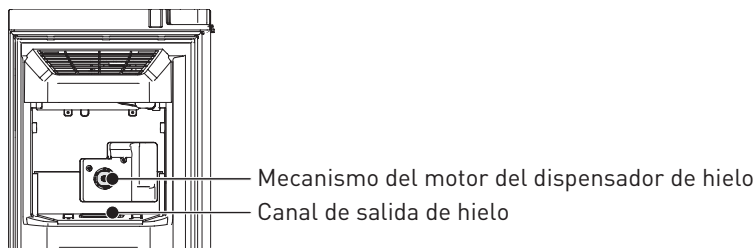

Figura 3
- No ponga las manos ni ningún objeto en el canal de salida del hielo: de lo contrario, podrían producirse lesiones personales o daños en las piezas del depósito de hielo. Para evitar posibles lesiones, no toque el mecanismo del motor del dispensador de hielo con las manos, que se muestra en la **Figura 3**.